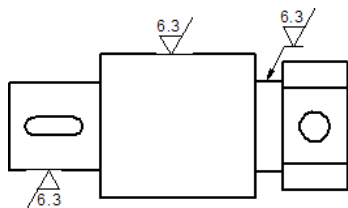
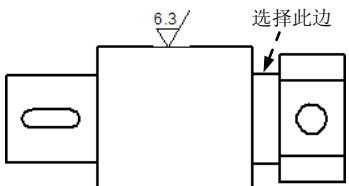
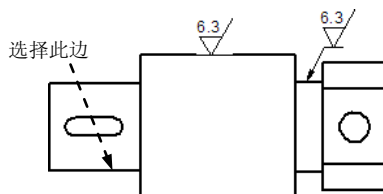

图 8.8.1 标注表面粗糙度符号
图 8.8.6 定义参照边
图 8.8.7 标注表面粗糙度符号 2
表面粗糙度是指加工表面上具有较小的间距和峰谷所组成的微观几何特征。下面标注图 8.8.1 所示的表面粗糙度符号，操作过程如下：
Step5. 放置表面粗糙度符号 2。确认“表面纹理符号”命令条中的  按钮处于按下状态，选择图 8.8.6 所示边线，然后在合适的位置放置，结果如图 8.8.7 所示。
Step6. 放置表面粗糙度符号 3。确认“表面纹理符号”命令条中的  按钮处于弹起状态，选择图 8.8.7 所示边线，然后在合适的位置放置，结果如图 8.8.1 所示。